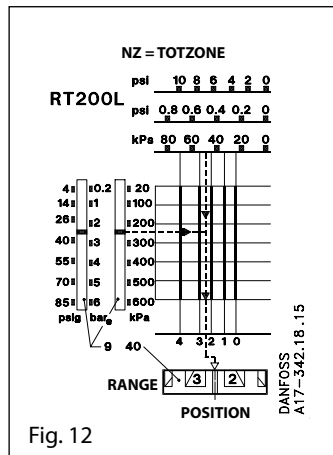

Fig. 12
Die Neutralzone 35-32 = 3 m WS entsprechend 0,3 bar wird mittels der Neutralzonenrolle (40) Abb. 8 Seite 9 eingestellt. Dem Diagramm in Abb. 12 entsprechend wird die Rolle auf die Ziffer 1 eingestellt. Eine genaue Einstellung lässt sich durch die Verwendung des Prüfstandes in Abb. 14 erreichen.